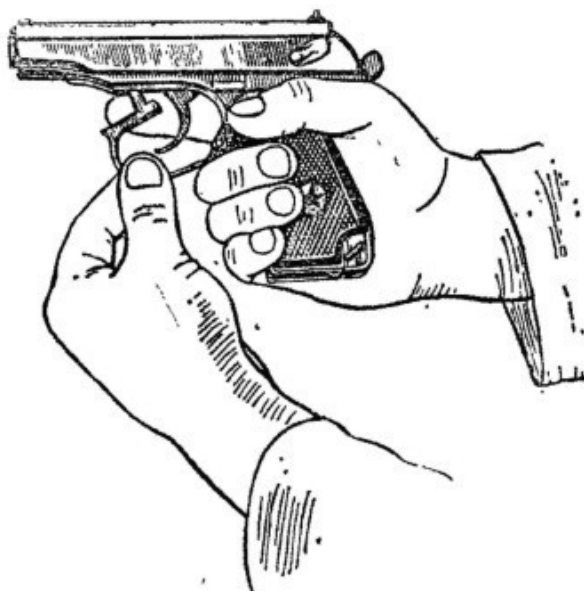

Рис. 4. Оттягивание спусковой скобы
2) Отделить затвор от рамки. Взяв пистолет в правую руку за рукоятку, левой рукой оттянуть спусковую скобу вниз (рис. 4) и, перекосив ее влево, упереть в рамку так, чтобы она удерживалась в этом положении. При дальнейшей разборке удерживать ее в данном положении указательным пальцем правой руки.
4 Левой рукой отвести затвор в крайнее заднее положение и, приподняв его задний конец, дать ему возможность продвинуться вперед под действием возвратной пружины. Отделить затвор от рамки (рис. 4) и поставить спусковую скобу на свое место.